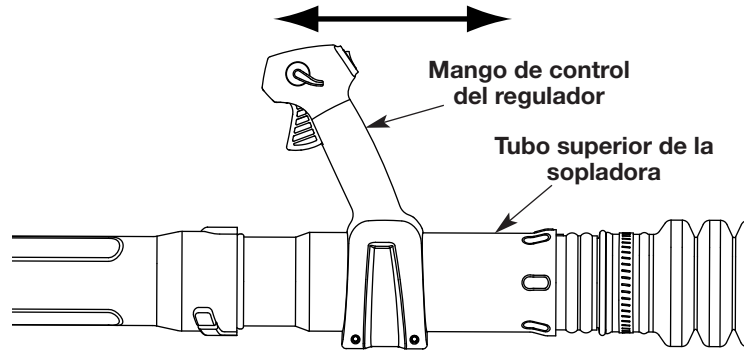

Fig. 7
1. Mueva el mango de control del regulador a un lugar en el tubo superior de la sopladora que le quede cómodo a usted (Fig. 7).